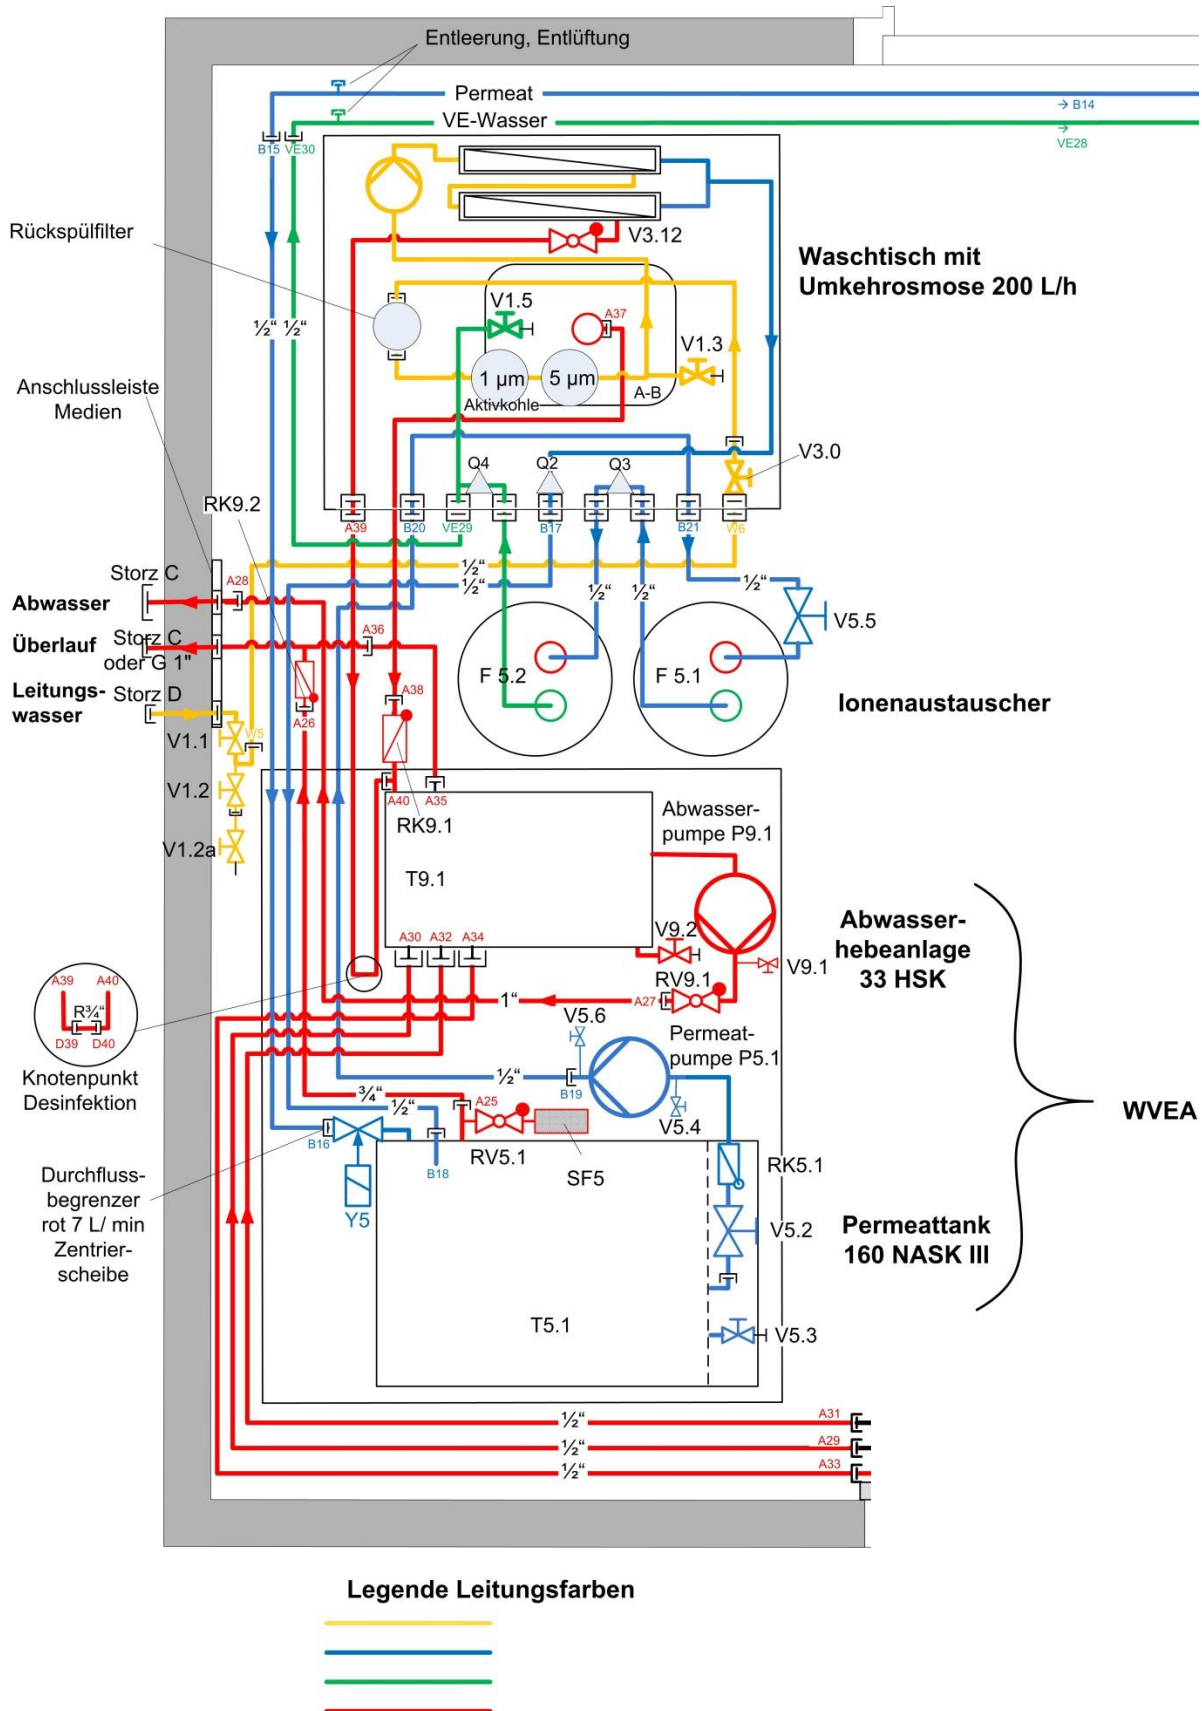

Abb. 4: Schlauchanschlüsse Waschtisch und WVEA im CST
- ◆ Schließen Sie alle Abwasserschläuche gemäß Abb. 4: an. Die Abwasserschläuche sind in Abb. 4: rot dargestellt.
- ◆ Schließen Sie den Gewebeschlauch transparent ½" W5-W6 0,54 m zunächst nur am Anschluss W5 an. Dieser Schlauch ist in Abb. 4: gelb dargestellt.
- ◆ Kontrollieren Sie, ob alle Zuläufe und Abläufe gemäß Abb. 4: am Abwassertank T9.1 angeschlossen sind. Ggf. schließen Sie fehlende Schläuche an.